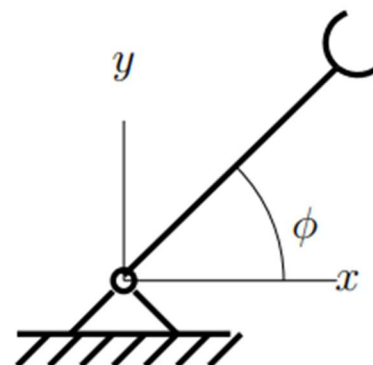

Рисунок 1.4.1.3 – Кинематическая модель перемещения однозвенного манипулятора относительно одной плоскости
**Полярная система координат** определяется полярной осью – **лучом**, выходящим из полюса – **точки начала отсчета**, обозначим ее буквой  $O$ . А вот полярный координаты точки  $A$  – это **расстояние** до полюса  $r$  и **угол** между прямой  $OA$  и полярной осью (см. Рисунок 1.4.1.3).